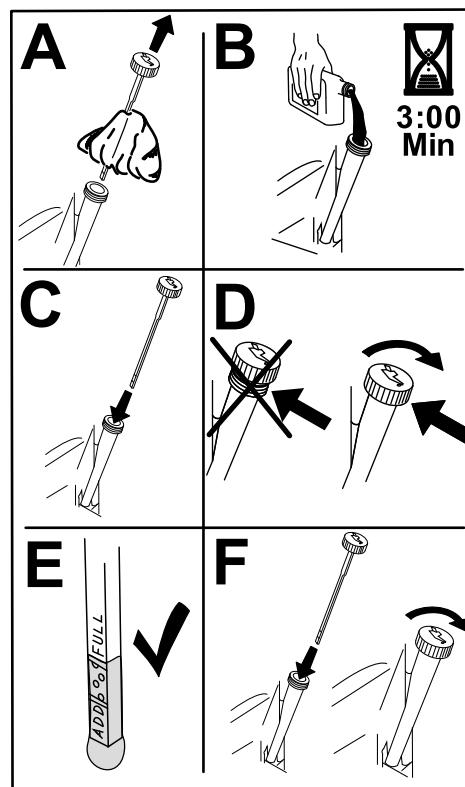

Figura 44
- Turnai încet aproximativ 80% din uleiul specificat în tubul de umplere și adăugai lent ulei suplimentar pentru ca acesta să ajungă la marcajul **Complet** (Figura 44).